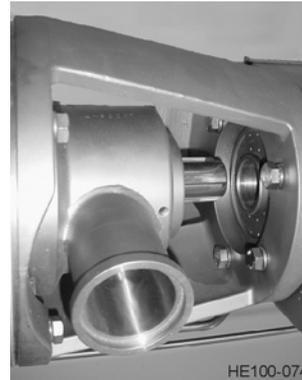

Figura 28 - Alinee las estrías del eje con el reductor de engranajes
7. Empuje la estría del eje parcialmente dentro del reductor de engranaje. Puede tener que girarse el eje levemente para que las estrías se asienten en el reductor de engranajes. Consulte Figura 28.